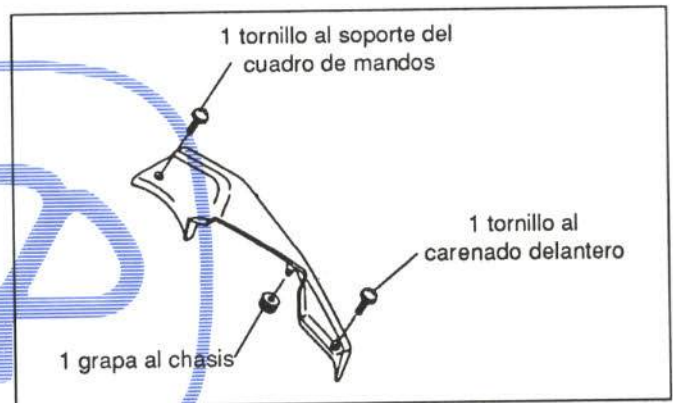

Figura 15.- Fijación de los carenados laterales
En la figura 15 se muestra su fijación
- Carenados laterales superiores (figura 15)